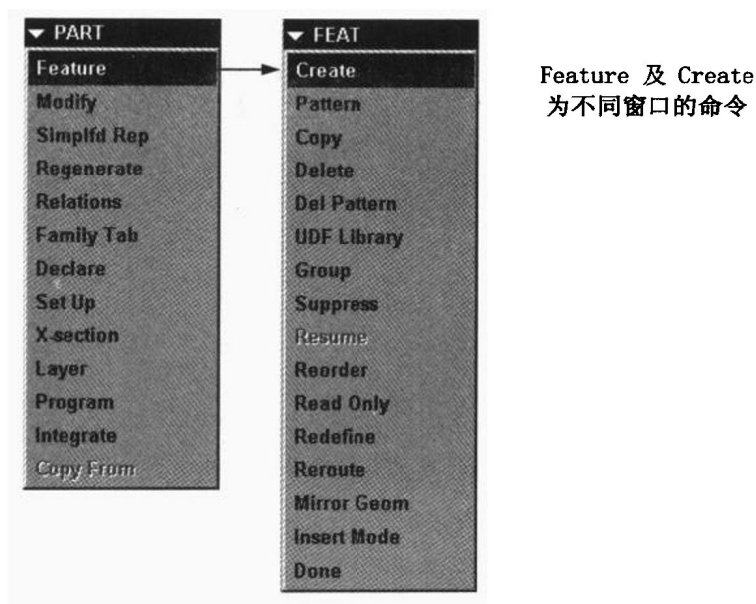

图 2
4. → (例如: Feature → Create): 不同窗口的命令 (见图 2)。